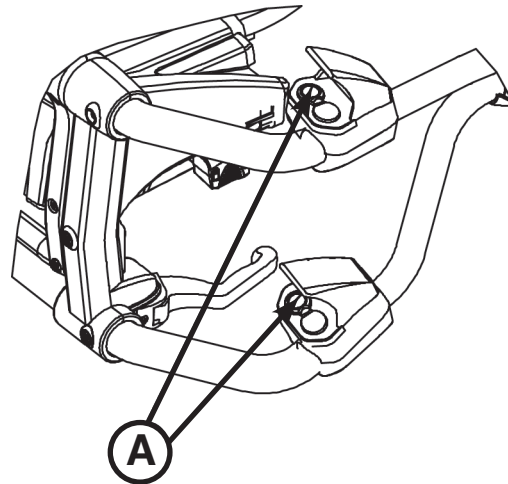
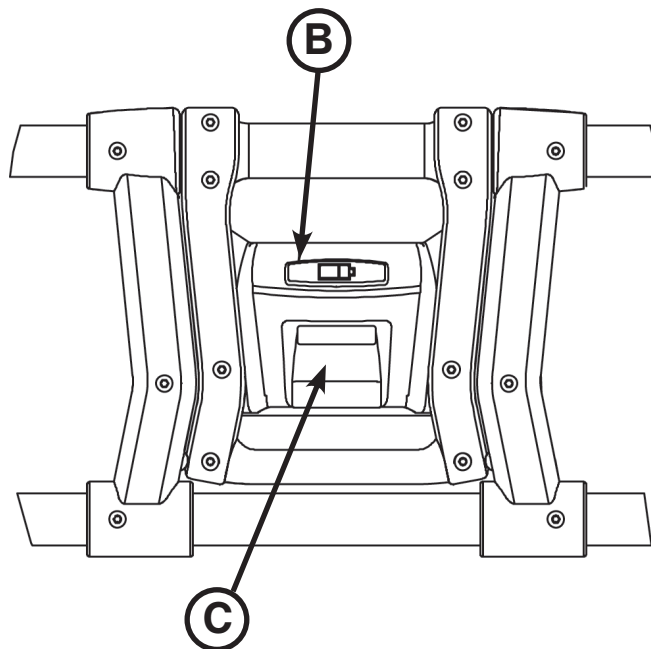

Figure 18 : Bouton de repliement - Interrupteur de commande
Figure 19 : Boîtier de commande du côté tête
Pour vérifier le niveau de charge de la batterie, appuyer sur le bouton (A) de repliement (-) situé sur l'interrupteur de commande de la civière, comme indiqué en Figure 18, pour activer le voyant à DEL de la batterie (B), comme indiqué en « Figure 19 : Boîtier de commande du côté tête » à la page 2-29.
Le compteur horaire (C), situé sur le coffret de commandes du côté pieds, comme le montre la Figure 19, indique la durée (HHH.H heures) depuis laquelle le système hydraulique est activé. Le compteur horaire peut être utilisé pour déterminer la fréquence des procédures de maintenance préventive indiquées à la page page 2-62.